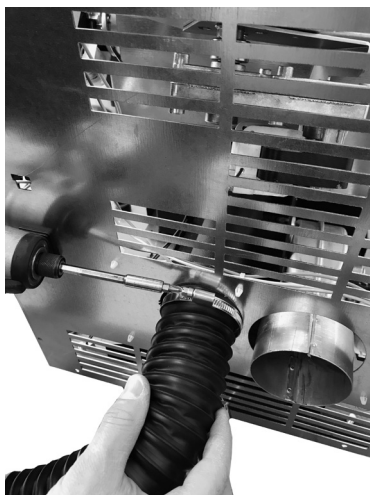

Fig. 12 - Fase 1
- Sluit de luchtinlaatpijp aan op de verbrandingsluchtpijp van de kachel en draai het geheel vast met een klem (zie **Fig. 12**).